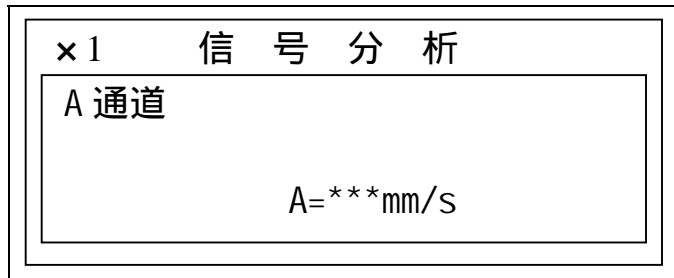

图 4-44
- (1) 在方式选择菜单下，按|←|或|→|键，移动光标至<信号分析>，按|回车|键，屏幕显示采样频率菜单；
- (2) 在采样频率菜单下，按|←|或|→|键，将光标移动到所要选择的频率值(例如 1K)，按|回车|键，屏幕进入信号分析画面。图 4-44。